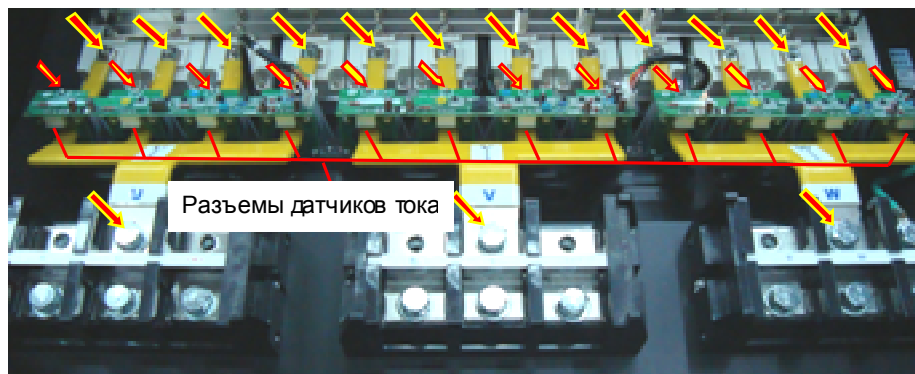

Рис. 7.28.
7.14.4. Установить платы датчиков тока на свои посадочные места над датчиками тока соответствующей фазы, совместив разъемы датчиков тока с ответными частями разъемов, расположенными снизу на платах (рис. 7.28). Посадить платы до упора, проконтролировать надежность соединения разъемов.
7.14.5. Закрепить каждую из плат 4 винтами (рис. 7.28, желтые стрелки).
7.14.6. Соединить разъемы жгутов плат датчиков тока с ответными разъемами на платах датчиков тока (рис. 7.28).